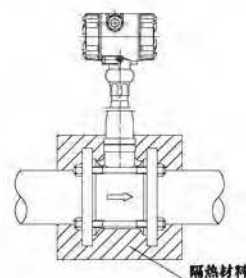

图19
2.6、当测量保温流体时，不要把隔热材料裹放在放大器的周围（图19）。